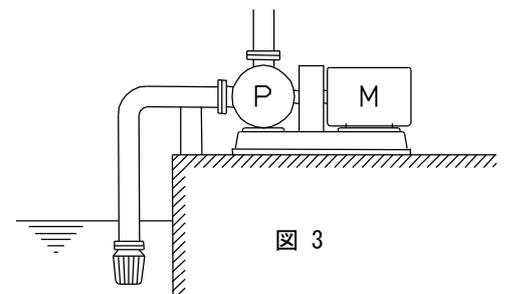

図 3
- (c) 吸込配管は、図 3 のようになるべく短く、かつ曲りを少なくし、ポンプに向かって上がり勾配として、仕切弁は設けないようにしてください。このとき、吸込配管の接続部から空気を吸いこまないように、シールは十分に行ってください。